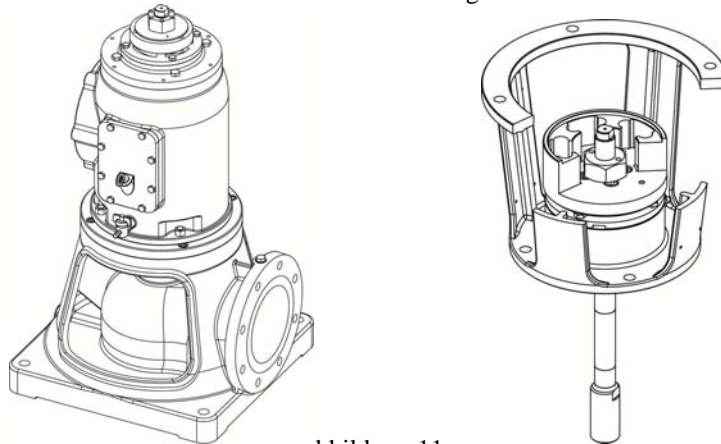

Abbildung 11
- Die Stellmutter von Hand wieder einschrauben und mit seiner Auflageseite auf Kontakt bringen (Abb. 11).